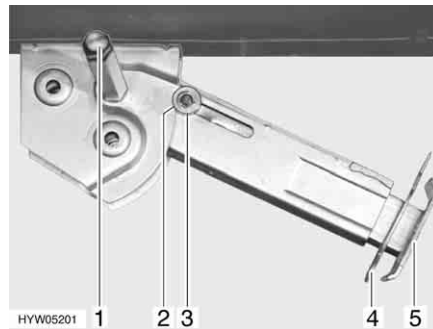

Fig. 33 Apoio de elevação
- Encaixe a chave de caixa na peça sextavada (Fig. 33,1) e gire, até o apoio de elevação ficar verticalmente voltado para baixo.
- Retire o contrapino (Fig. 33,4) da peça de prolongamento do pé de apoio (Fig. 33,5).
- Encaixe a chave de caixa na peça sextavada (Fig. 33,1) e gire, até o apoio de elevação deixar de estar apoiado no chão.
- Empurre completamente para dentro a peça de prolongamento do pé de apoio (Fig. 33,5) e encaixe o contrapino (Fig. 33,4) no orifício previsto para ele na peça de prolongamento do pé de apoio.
- Com uma chave de caixa, gire a peça sextavada (Fig. 33,1), até o apoio de elevação ter sido completamente deslocado para cima e a anilha de guia (Fig. 33,3) tenha entrado completamente no entalhe (Fig. 33,2).